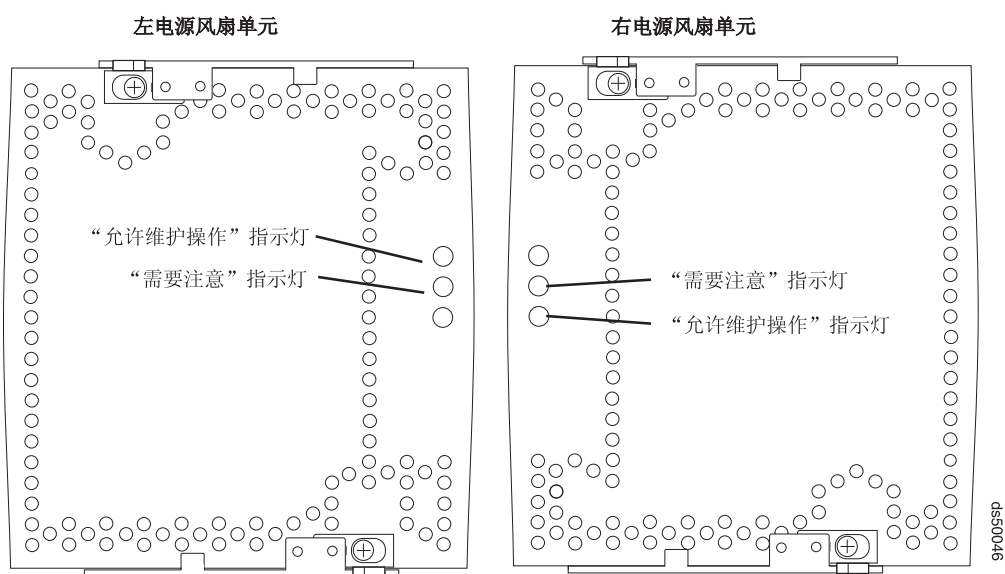

图 129. 电源和风扇单元指示灯
4. 通过检查点亮的电源和风扇单元“需要注意”指示灯来查找出故障的电源和风扇单元。（图 129 显示了电源和风扇单元上的指示灯。）
5. “允许维护操作”状态指示灯是否点亮？（图 129 显示了电源和风扇单元上“允许维护操作”状态指示灯的位置。）